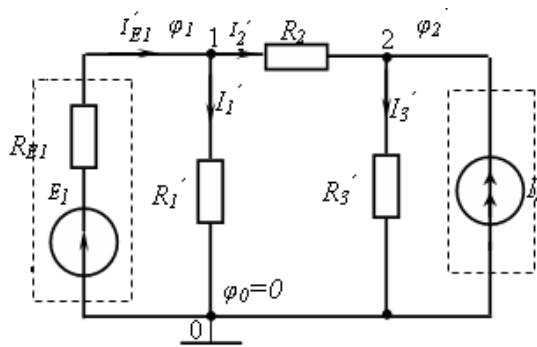

Рис. 2.5. Принципиальная схема электрической цепи
1. Собрать схему по рис. 2.5. При сборке схемы необходимо использовать клеммы, предназначенные для узлов, в которых соединяются три и более ветвей. Значения резисторов выбрать в соответствии с номером варианта табл. 2.1. Генераторы напряжения и тока соединить со стендом активных элементов (в генераторах включить их внутренние сопротивления). Значения напряжения источника ЭДС, тока источника тока и резисторов задается в соответствии с номером варианта табл. 2.1 (напряжение источника ЭДС устанавливается по вольтметру до включения источника в схему, а ток источника тока – после включения его в цепь по показанию амперметра).